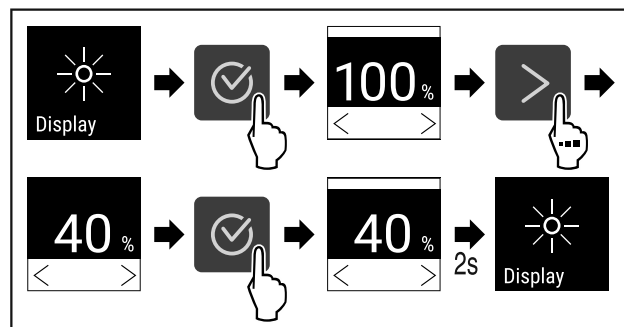

Fig. 82
- Vykonať kroky akcie (pozri Fig. 82).